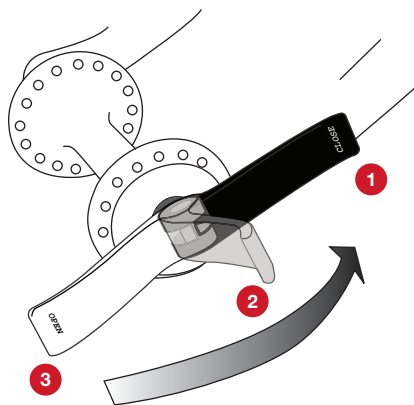

Figura 40. Posizioni della leva:
1. Spostare la leva dello sgancio rapido in posizione APERTA (Figura 40, n. 3) e regolare la ruota in modo che entri completamente in contatto con le superfici interne delle estremità della forcella.
2. Con la leva in posizione di regolazione (Figura 40, n. 2), stringere il dado di regolazione (Figura 27) fino a serrarlo leggermente.
3. Bloccare lo sgancio rapido; tenendo la leva nel palmo della mano, spostarla in posizione CHIUSA (Figura 40, n. 1).